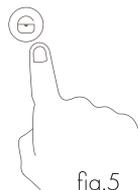

fig.5
- Para bloquear la encimera presione el botón LOCK (fig.5) mientras la enciende. Con el bloqueo de seguridad activado todos los botones del panel del control se desactivarán, a excepción del botón POWER.